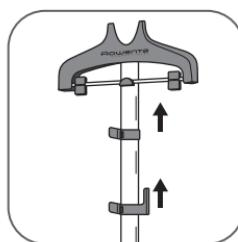

fig. 6a
6. Ajustez le mât à la hauteur voulue en le glissant vers le haut puis verrouiller les 2 clips. (*fig. 6a, 6b*)